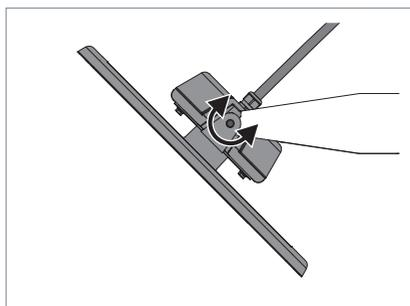

Fig. 12: Armatuur uitrichten.
- ▶ Richt het armatuur uit en draai de twee schroeven aan de steunhoeken vast, zie Fig. 12.